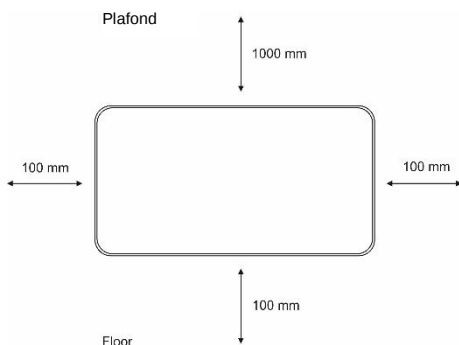

Fig. 3 Minimale afstand tot hinderlijke voorwerpen bij wandmontage
1. Bepaal de montageplaats van het apparaat en neem daarbij de minimale afstanden tot hinderlijke voorwerpen, plafond en vloer in acht (**Fig. 3**).